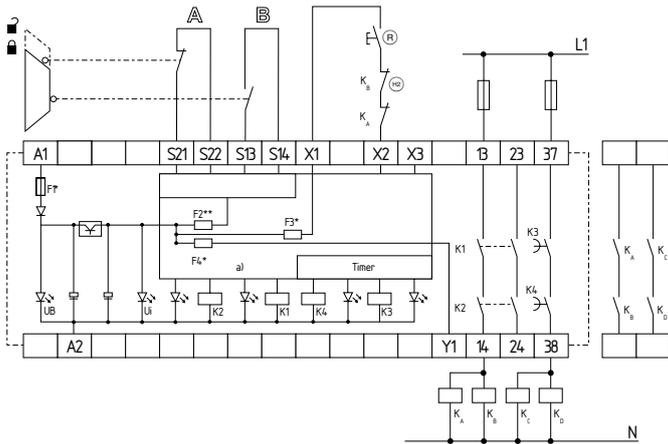

Fig. 8
Controllo a due canali, rappresentato utilizzando l'esempio di un sistema di sorveglianza porta con due contatti A e B, di cui almeno uno ad apertura obbligata; pulsante di Reset esterno (R) (vedere Fig. 8)